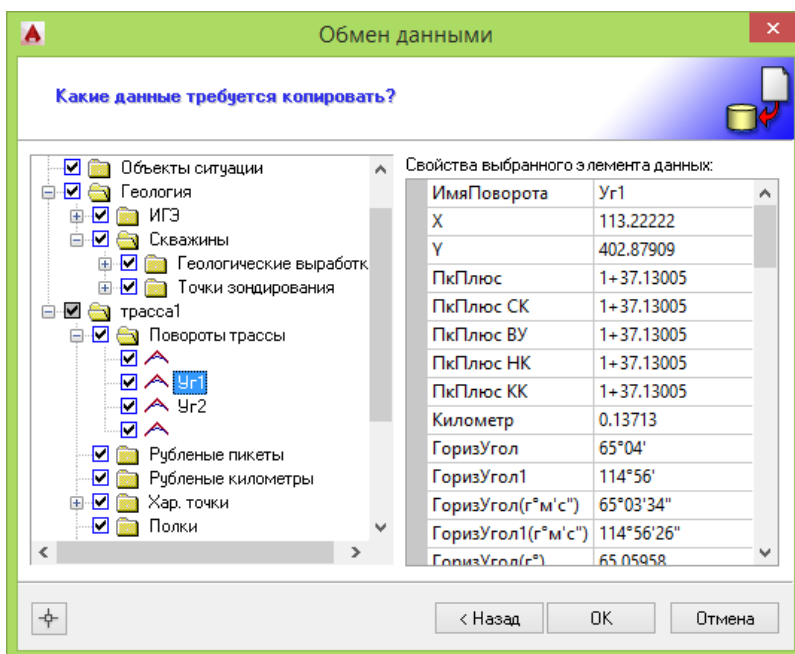

Рис. 15. Обмен данными - выбор объектов.
4. Режим *Выбрать данные вручную* применяется для сохранения объектов, не принадлежащих трассе (см. Рис. 15).